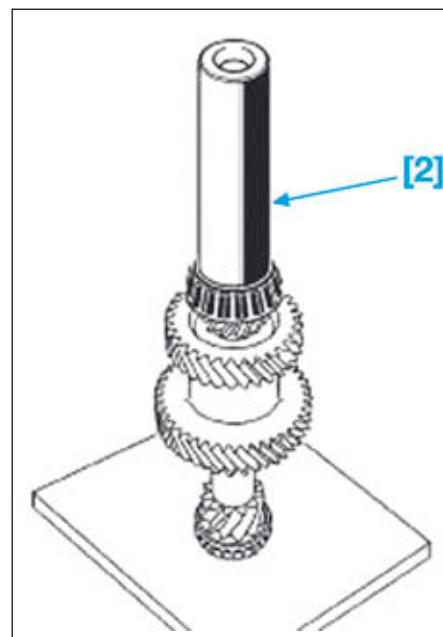

FIG.28
- Reposer les roulements à rouleaux coniques à l'aide de l'outil [2] (Fig.28) indice "M".